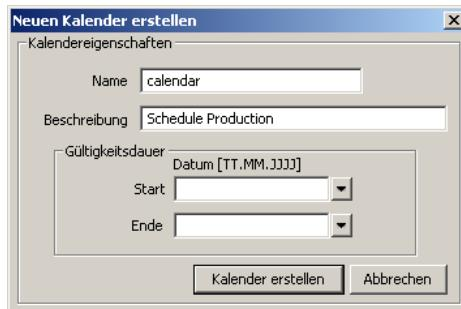

Abbildung 25: Dialogbox zum Anlegen eines neuen Kalenders.
3. Im Dialog zum Anlegen eines neuen Kalenders (siehe Abbildung 25) geben Sie einen Namen und eine Beschreibung für den Kalender ein. Beachten Sie bitte, dass ein BACnet-Kalender keine Einstellungsmöglichkeit für die **Gültigkeitsdauer** besitzt.